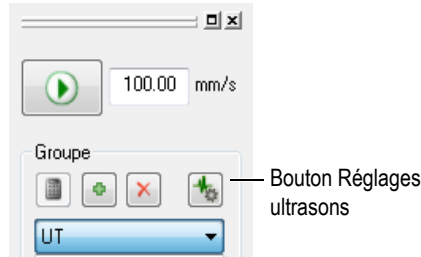

Figure 4-15 Sélection du groupe ultrason dans le TomoView Manager
- ◆ Sélectionnez le nouveau groupe créé (voir la Figure 4-15 à la page 252).